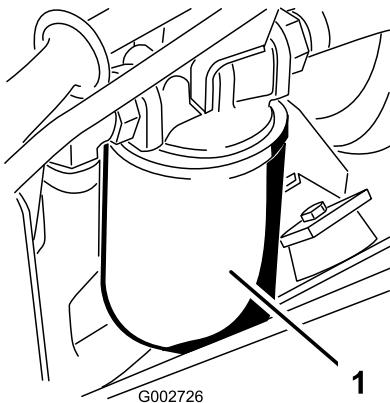

Рисунок 46
- Поместите сливной поддон под гидравлический фильтр, расположенный с левой стороны машины (Рисунок 46).
7. Установите новый гидравлический фильтр (Рисунок 46), заворачивая его от руки до тех пор, пока прокладка не коснется головки фильтра, а затем дополнительно затяните фильтр на $\frac{3}{4}$ оборота.